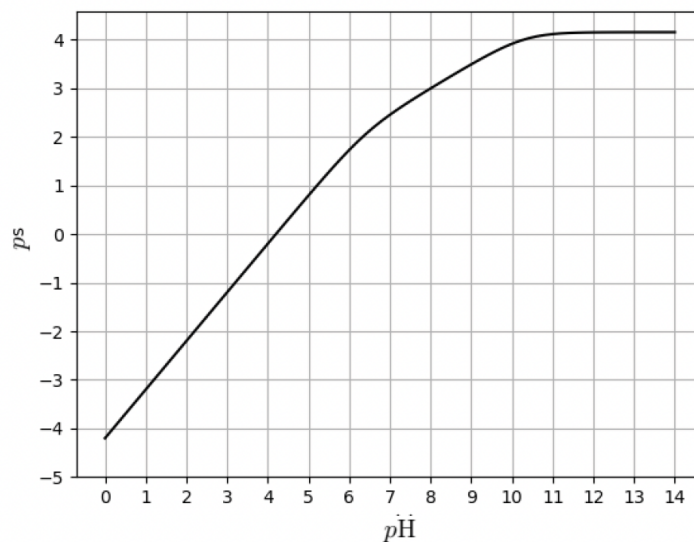

Figure 6 - Évolution du ps de CaCO_3 en fonction du pH à $T = 298\text{K}$
- le graphe du cologarithme décimal de la solubilité $ps = -\log(s)$ du carbonate de calcium $\text{CaCO}_{3(s)}$ en fonction du pH à 298 K (**figure 6**) ;
- Q43.** Vérifier la cohérence du résultat précédent avec le graphe fourni sur la **figure 6**.
On estime à 2 tonnes d'équivalent carbone les émissions liées à la fabrication de la batterie d'une Zoé, ces émissions s'ajoutant à celles issues de la fabrication du reste de la voiture portant le total à environ 5 tonnes. Pour conclure l'étude, nous avons représenté en **figure 6** les émissions carbone cumulées pour trois types de voiture : une voiture thermique Clio, une voiture électrique Zoé (dont les données sont issues des raisonnements que nous venons de mener) et le dernier SUV électrique produit par Tesla, le Cybertruck.